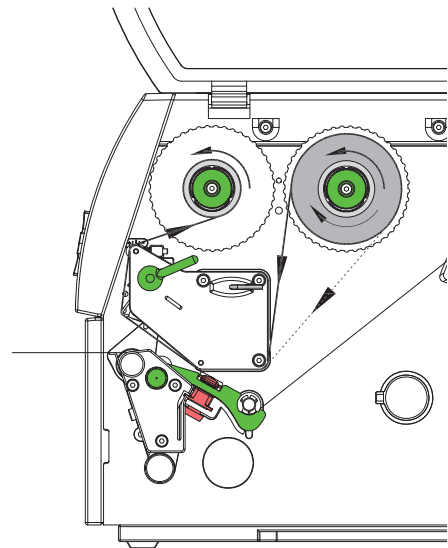

Figura 12 Recorrido de la cinta de tinta
2. Girar la palanca (6) en sentido contrario a las agujas del reloj para levantar el cabezal de impresión.
3. Deslizar el rollo de cinta de tinta (1) sobre el eje desenrollador (2), de modo que el recubrimiento de color de la cinta quede hacia abajo al desenrollarse.
4. Posicionar el rollo de cinta de tinta (1) de tal forma en el desbobinador, que ambos extremos del rollo se encuentren en valores idénticos de la escala.
5. Mantener fijo el rollo de cinta de tinta (1) y girar el botón giratorio (3) del desenrollador en el sentido de las agujas del reloj hasta que el rollo quede fijado.
6. Deslizar un núcleo adecuado (4) sobre el enrollador de la cinta de tinta (5), y posicionar y fijarlo de una forma análoga al rollo de la cinta.
7. Pasar la cinta de tinta a través del mecanismo de impresión, tal y como se muestra en la Figura 12. La línea continua sirve para cintas con lado de revestimiento bobinado en el interior, y la línea de rayas, para cintas con lado de revestimiento bobinado exterior.
8. Fijar el inicio de la cinta de tinta al centro del núcleo del eje (4) mediante una tira adhesiva. Si se utilizan núcleos que sean más anchos que la cinta de tinta, utilizar la escala (7) del ángulo cabecero para alinear la cinta. Debe tenerse en cuenta que la dirección de rotación del enrollador de la cinta de tinta transcurra en sentido contrario a las agujas del reloj.
9. Girar el enrollador de la cinta de tinta (5) en sentido contrario a las agujas del reloj para alisar el recorrido de la cinta.
10. Girar la palanca (6) en el sentido de las agujas del reloj para bloquear el cabezal de impresión.